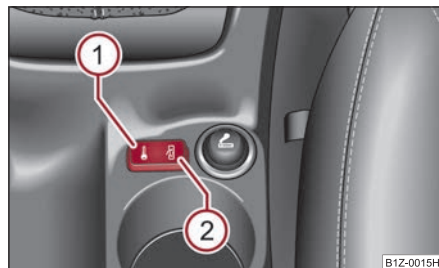

Fig. 44 Consola centrală:
- Apăsați tasta ① ⇒ fig. 44. Simbolul  din tastă se aprinde.
- Apăsați tasta ② ⇒ fig. 44. Simbolul  din tastă se stinge.